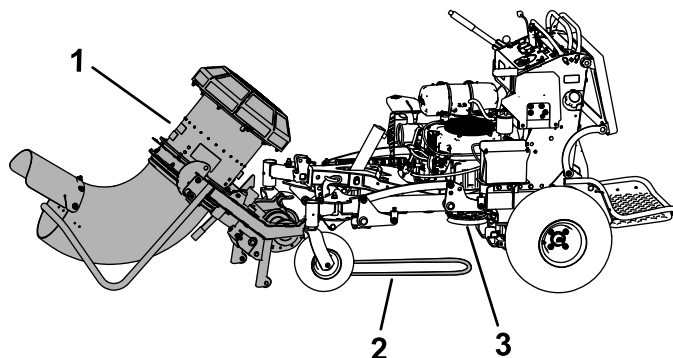

Figura 15
12. Mueva el soplador delante de la máquina y coloque la correa debajo de la máquina de manera que quede alineada con el embrague (Figura 15).